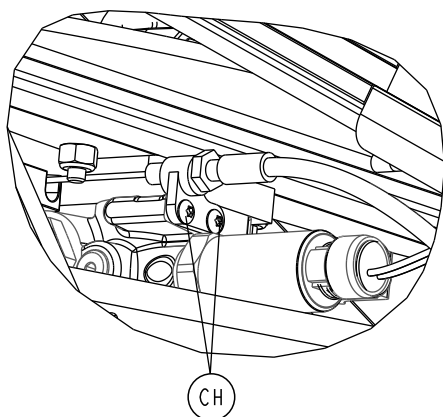

Figure 113 –
5. À l'aide d'une clé Torx T10, retirer les deux vis de taraudage à tête ronde à embase (CH) qui fixent le support du câble de libération manuelle à l'ensemble hydraulique (Figure 113). Conserver les vis.